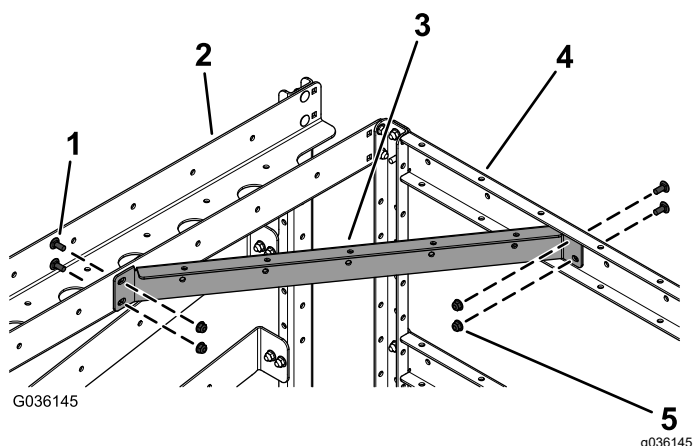

Bild 8
7. Befestigen Sie die Querstützhalterung mit vier Schlossschrauben (5/16" x 3/4") und vier Bundmuttern (5/16") an der vorderen Stützhalterung (mit zwei Löchern an jeder Seite), wie in **Bild 8** abgebildet.